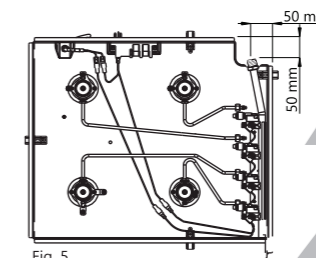

Fig. 5
- × La entrada de alimentación del anafe se encuentra a la derecha del mismo (Fig. 5)